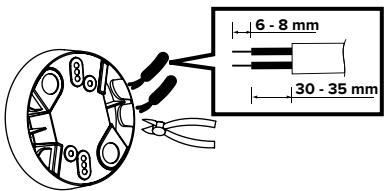

FIG. 12
- Om de bedrading door de sparingen aan de zijkant van de behuizing te voeren, dienen deze gemarkeerde, maar nog afgedekte gaten vrijgemaakt te worden met een zijkniptang. Voer vervolgens de bedrading door de vrijgemaakte gaten en strip de isolatie van de bedrading 6-8 mm (FIG. 12).